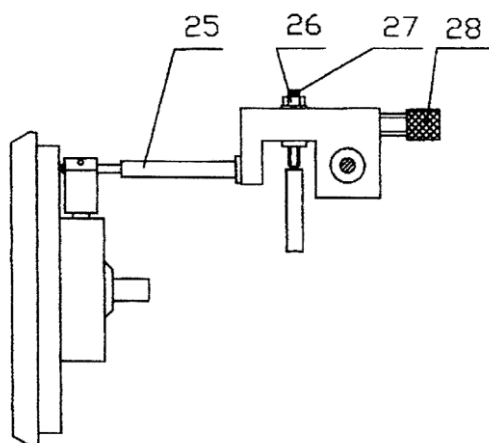

Рис.5
стержня (25, рис. 5), затем немедленно установите верхнюю крышку, чтобы предупредить попадание пыли внутрь твердомера. Откройте заднюю крышку (2) и снимите белую крепежную транспортировочную ленту с подвижных частей. Снимите антикоррозионную смазку с подвижных частей и нанесите тонкий слой масла взамен.